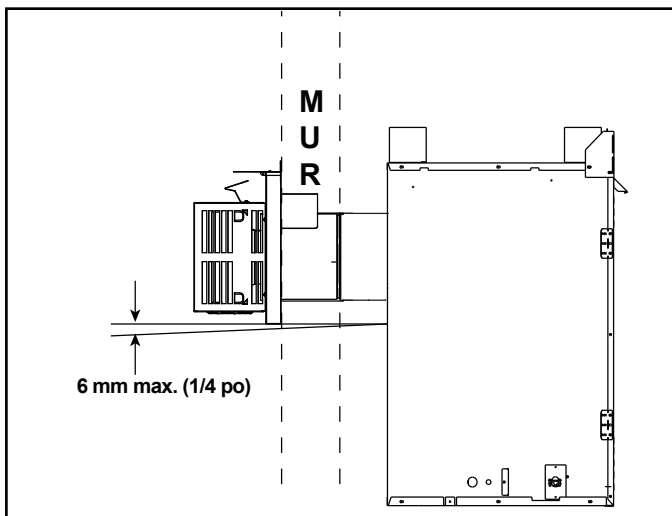

Figure 4.8
- Le chapeau de l'extrémité horizontale devrait avoir une inclinaison vers le bas de 6,35 mm (1/4 po) afin de permettre à toute humidité du chapeau d'être libérée. Voir la figure 4.8.